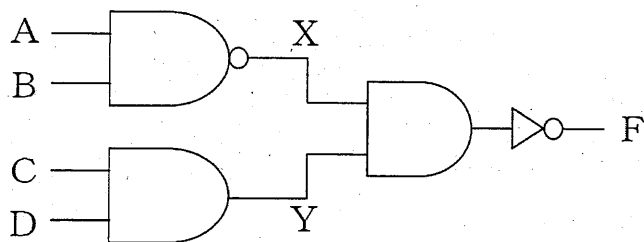

図4
- (2) 図4に示す論理回路について、A、B、C、Dを入力、Fを出力として、表2の①~⑫に入る適切な数値を答えよ。